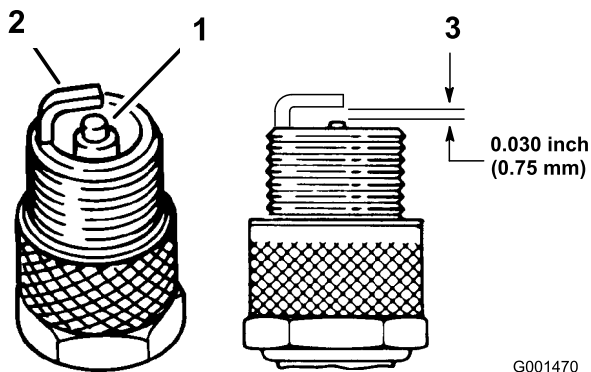

Figura 30
1. Observe o centro das velas de ignição (Figura 30).
3. Verifique a folga entre os eletrodos central e lateral (Figura 30).
Nota: Dobre o eletrodo lateral (Figura 30) se a folga não estiver correta.
3. Ligue os fios às velas de ignição (Figura 30).